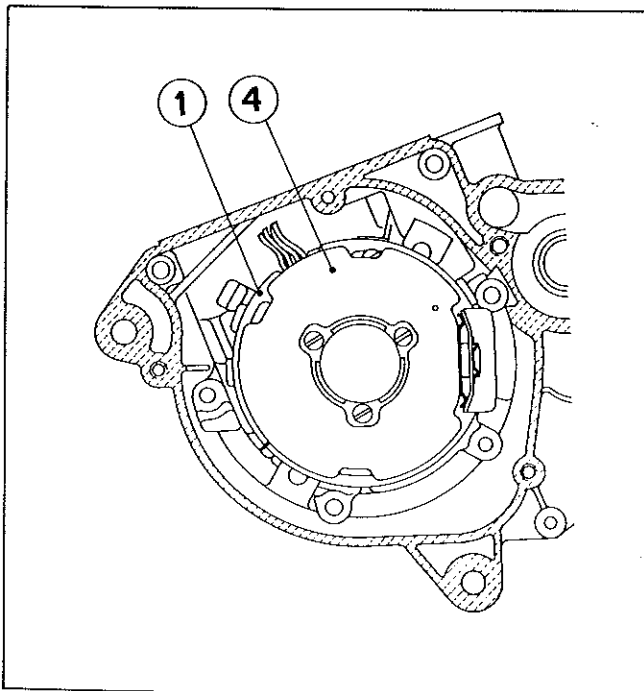

FIG. I23 - MAGNETO
2. Montar o magneto (4) na base do magneto (1) sem apertá-lo completamente de modo a permitir regulagem. Veja a figura I23.